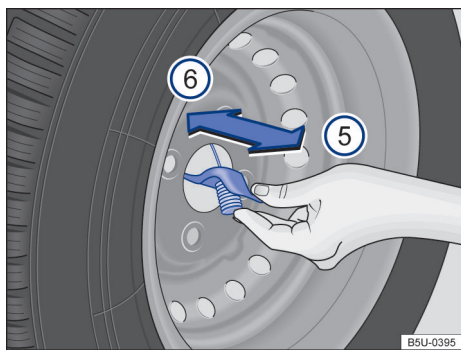

Fig. 193 Na roda de emergência: remover o cabo da roda de emergência.
- Colocar a roda de emergência na posição vertical → Fig. 193.
- Retirar o gancho pelo furo central da roda, no sentido da seta (6).
- Inserir o gancho pelo furo central da roda, no sentido da seta → Fig. 193 (5).